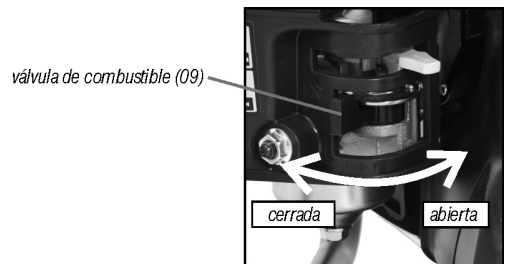

Fig. 18 – Válvula de combustible
- Posicione la válvula de combustible para la posición ON (abierta) (fig. 18);